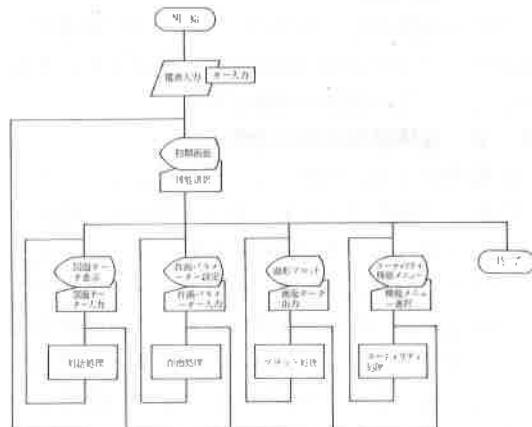

図1 システムの基本概念図
先に開発した"PC-9801Vmを使ったNCパンチシステム" (図1にシステムの基本概念を示す) の作図機能は点、直線、円、1/4弧の補間機能であるから、次のような図面の入力は難しい。
①寸法の記入の無い図面
②自由曲線で描いてある図面
特に②の図面については折れ線図形となることから満足のいく図形は得られない。このような図形入力の制約をなくすために、図1に示すシステ